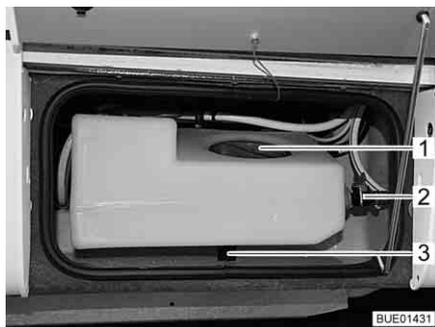
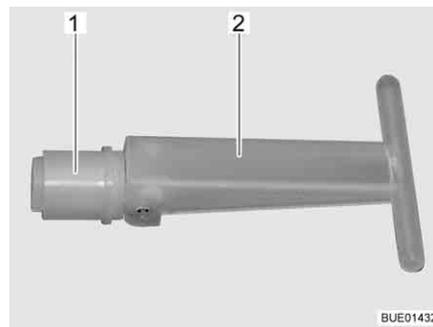

Fig. 199 Depósito de agua adicional
Fig. 200 Tapón de cierre
Al estar abierta la válvula de descarga (Fig. 199,2), la cantidad de llenado estará limitada a aprox. 30 l; el agua excesiva saldrá. Si la válvula de descarga está cerrada, estará a disposición el volumen completo del depósito.
Si se retira el tapón de cierre (Fig. 200,1) en el interior del depósito de agua adicional, el agua saldrá a través del desagüe (Fig. 199,3). Al tapón de cierre se tiene acceso a través de la abertura de servicio (Fig. 199,1).
- Asegurar que el tapón de cierre (Fig. 200,1) en el depósito de agua adicional esté cerrado (el asidero (Fig. 200,2) está plegado).
- Asegurar que esté cerrada la válvula de descarga (Fig. 199,2).
- Abrir la abertura de servicio (Fig. 199,1) del depósito de agua adicional.
- A través de la abertura de servicio, poner el asidero (Fig. 200,2) del tapón de cierre (Fig. 200,1) en posición vertical y extraer el tapón de cierre.
- Abrir la válvula de descarga (Fig. 199,2) del depósito de agua adicional.